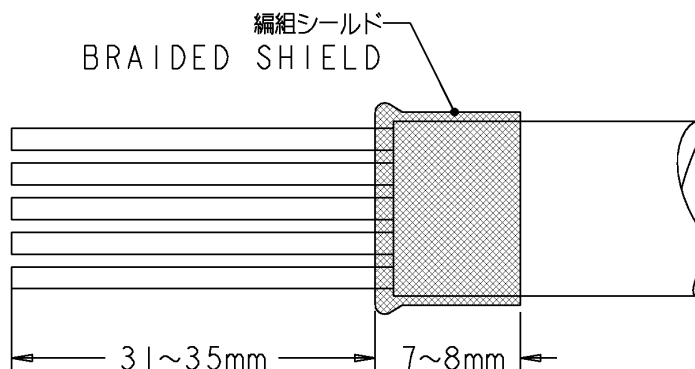

Fig. 2
2) ケーブルジャケットを Fig.2 に示す標準的な寸法を参考に、被覆剥きする。芯線に傷をつけない様に注意する事。傷がつく、または一部が切断した場合はやり直す。編組シールドは、ジャケットの外側に折り返す。
2) Strip the cable jacket in accordance with Fig. 2. Do not cut or damage the wires/cable. Cut cable end and retry if the cable or wires are cut off or damaged. A braided shield should turn up a Fig.2 on the outside of a jacket.